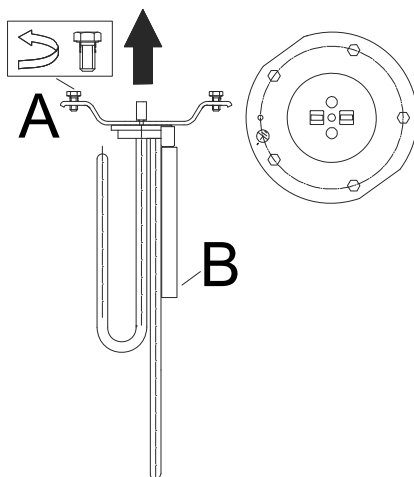

Fig. 12
- Pour les chauffe-eau munis d'une bride, dévisser les boulons qui soutiennent la bride et la sortir (A - Fig. 12).
Pour obtenir un bon rendement de l'appareil il faut détartre la résistance (Fig. 12) tous les 2 ans.
L'anode magnésium (B - Fig. 12) doit être remplacée tous les deux ans. Pour la remplacer couper l'alimentation électrique et vidanger l'appareil selon la notice.